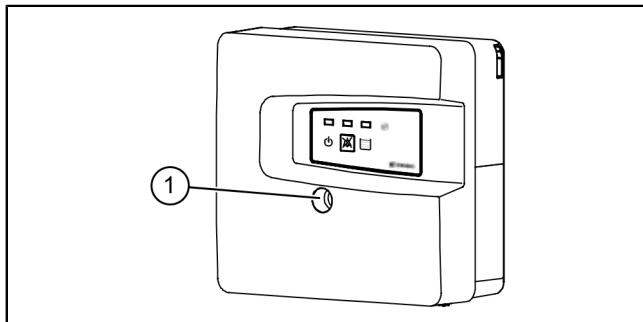

Fig. 5: Ouvrir le boîtier
- ▶ Ouvrir le couvercle du boîtier **④** (cf. "Fig. 5: Ouvrir le boîtier", page 60).
- ▶ Tirer le câble de raccordement à travers les passe-câbles. **⑤**
- ▶ Fixer le câble de raccordement suivant le schéma de raccordement (cf. "Schéma de raccordement", page 58) aux borniers. **⑥**